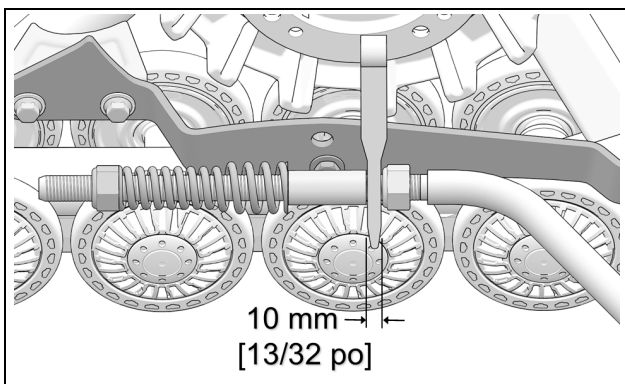

Figure 12
- **IMPORTANT:** Contre-vérifier la distance de 10 mm entre l'écrou et le guide du bras stabilisateur. Réajuster au besoin. Figure 12.